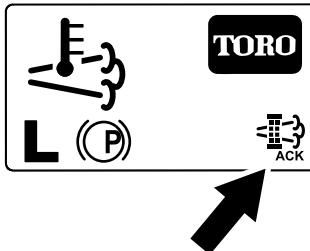

Bild 50
8. Im InfoCenter wird der Homebildschirm angezeigt; das Symbol für die Bestätigung der Regenerierung (**Bild 50**) wird unten rechts auf dem Bildschirm angezeigt, wenn die Regenerierung ausgeführt wird.